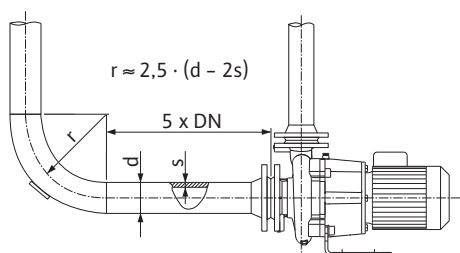
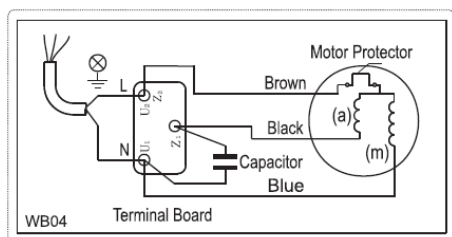

Fig. 4: Hvilkestrekning før og etter pumpen
Fig. 5: Vekselstrømtilkobling
- Netttilkoblingen er avhengig av motoreffekten P_2 , nettspenningen og innkoblingstypen. Den nødvendige koblingen til forbindelsesbroene i koblingsboksen finner du i den følgende tabellen samt Fig. 4 og Fig. 5.